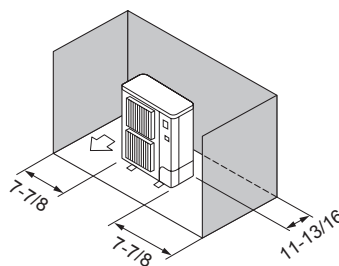

Fig. 2-8
- ③ Obstáculos en la parte trasera y los laterales (Fig. 2-8)